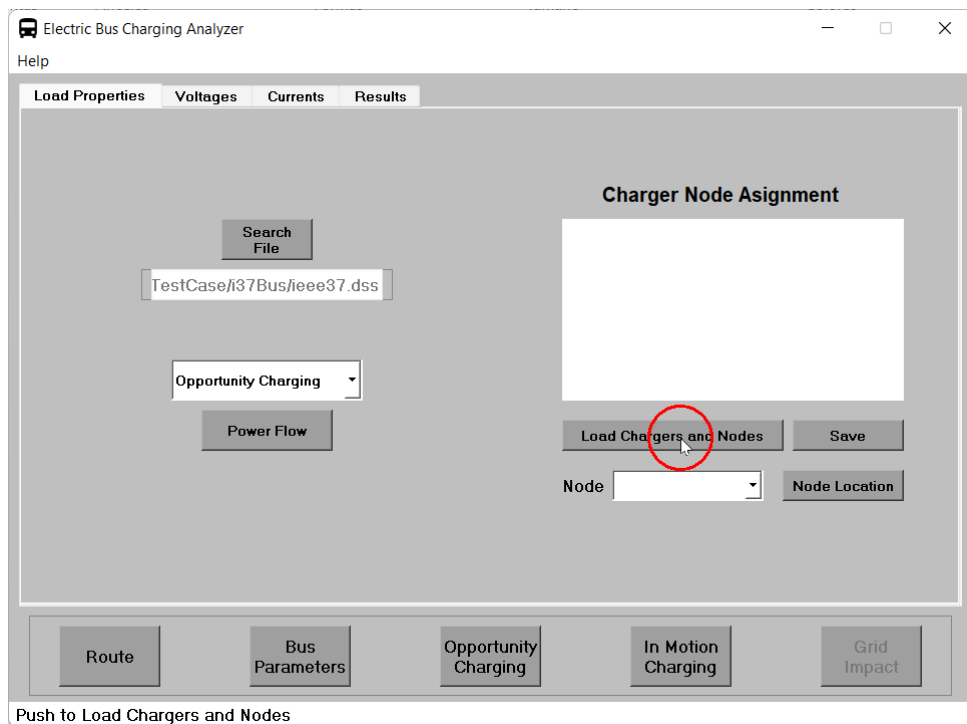

Figura 50: Cargar cargadores y nodos.
3. Posteriormente, se presiona el botón **Load Chargers and Nodes** como se muestra en la figura 50 para cargar los cargadores y los nodos del sistema.